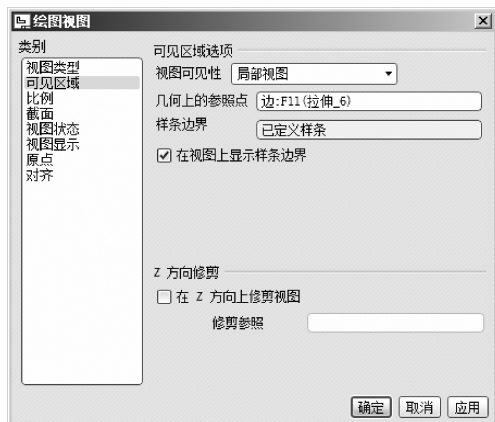

图 10-108 设置可见区域
(4) 双击斜视图，弹出【绘图视图】对话框，在【类别】列表中选择【可见区域】选项，在【视图可见性】下拉列表框中选择【局部视图】选项，如图 10-108 所示。